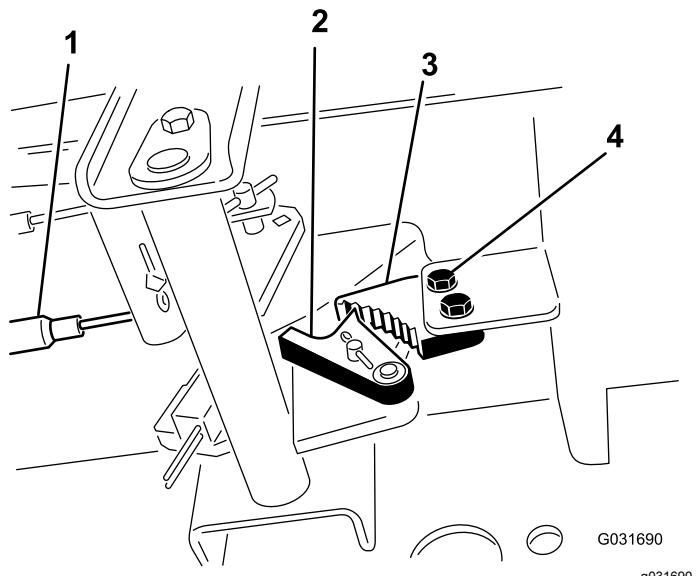

Figura 53
1. Afloje los 2 tornillos que fijan el trinquete del freno de estacionamiento al bastidor (Figura 53).
2. Pise el pedal del freno de estacionamiento hacia adelante hasta que la uña se enganche a fondo en el trinquete del freno (Figura 53).